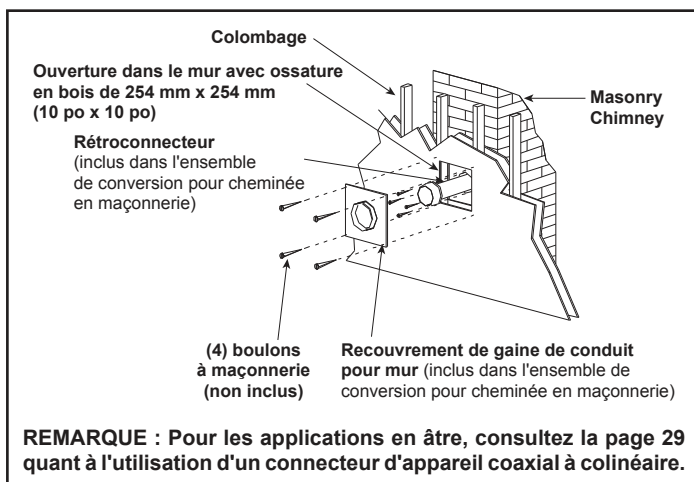
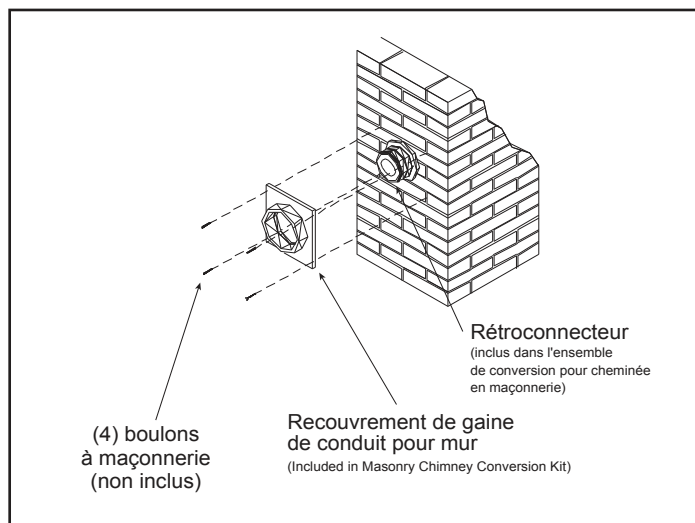

Figure 4.25
Figure 4.30
2. Une fois la position du centre déterminée, créez un orifice de diamètre 152 mm (6 po) dans la maçonnerie. Si le trou est trop grand, le rétroconnecteur pourrait être installé incorrectement ; si le trou est trop petit, l'appareil pourrait manquer d'air entrant. Si le mur en maçonnerie est recouvert d'un mur de bois, pratiquez-y une ouverture carrée de 254 mm (10 po) de côté (centrée sur l'orifice de 152 mm (6 po) dans le mur en maçonnerie). Si ce mur est seulement de panneaux de plâtre (sans charpente de bois), vous devrez quand même y pratiquer une ouverture de 254 mm (10 po), mais aucune charpente de bois ne doit y être installée. Si l'orifice est encadré de bois, une gaine de conduit pour mur est nécessaire. Cela permet d'installer le rétroconnecteur directement sur le mur de maçonnerie et d'obtenir les dégagements adéquats par rapport aux matériaux inflammables. Voir la Figure 4.25.
10. Glissez la gaine de conduit sur le rétroconnecteur et fixez-la en place avec des boulons de maçonnerie. Voir la Figure 4.30. Si un mur en bois doté d'une bâti recouvre la maçonnerie, utilisez des vis à bois pour fixer le couvercle de la gaine du conduit au mur, par-dessus le rétroconnecteur et dans l'ouverture carrée de 254 mm (10 po) Consultez la figure 4.25. Si nécessaire, ajoutez une section directe de conduit d'évacuation au rétroconnecteur pour le prolonger et passer par l'ouverture du couvercle de la gaine de conduit.